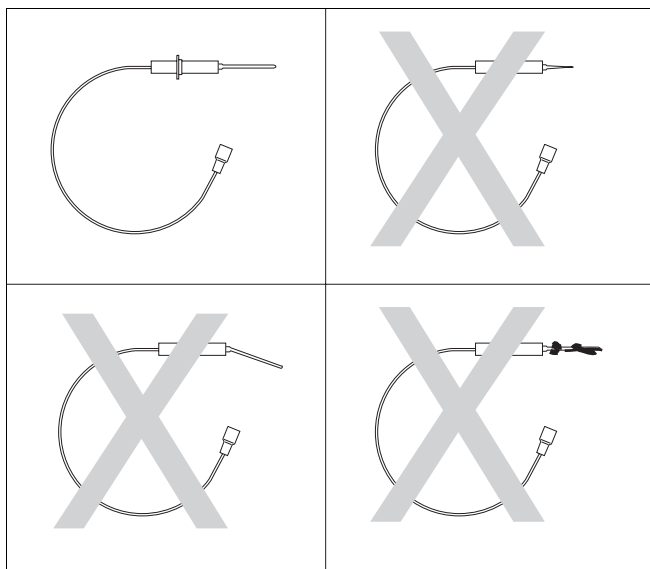

Fig. 110 Kontrol af ioniseringselektroden
- Kontrollér ioniseringselektroden (fig. 110) og gløderøret for snavs, slid eller skader.